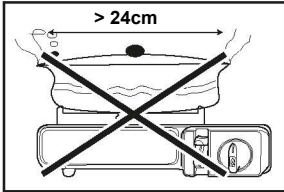

Рис. 3
- Не используйте для данной печи кастрюли и прочие емкости, диаметр дна которых превышает 24 см (смотрите рис.3).